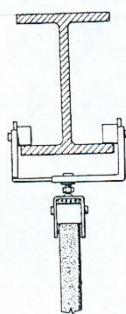

Abb. 37
3. Die Wagen am unteren Flansch des Stützträgers montieren (Abb. 37).